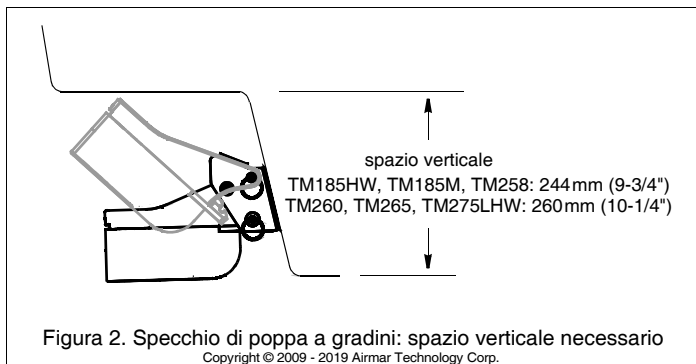

Figura 2. Specchio di poppa a gradini: spazio verticale necessario
- **Poppa a gradini**—Montate il trasduttore sul gradino più basso, verificando che lo spazio verticale sopra la staffa sia sufficiente per sbloccare il trasduttore e ruotarlo verso l'alto (Figura 2).